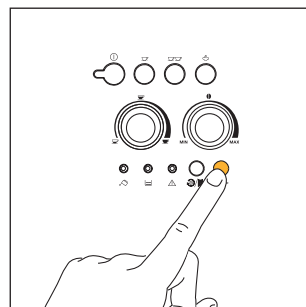

Fig. 18
1. Prima a tecla  para seleccionar a função de café pré-moído (fig. 18). A luz situada no interior da tecla acende-se, indicando que a função foi seleccionada e que se excluiu o funcionamento do moinho de café.